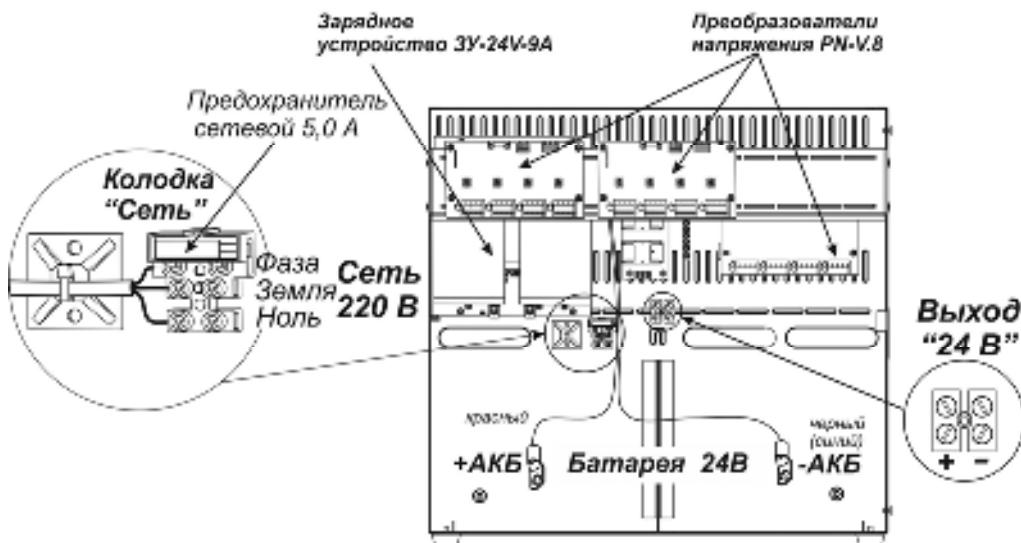

Рисунок 1 - Внешний вид изделия с открытой крышкой и подключение сетевых проводов и провода заземления (базовый вариант)
Элементы защиты, управления и коммутации блоков показаны на рис. 1,2,4.
При этом следует помнить, что изъятие предохранителя немедленно приведет к автоматическому переходу в резервный режим, т.е. к питанию нагрузки от АКБ! Для полного отключения изделия предварительно следует отсоединить клемму «+АКБ» см. рис. 1 от самой АКБ, а затем отключить напряжение сети.
- при необходимости, подключить нагрузку к дополнительному выходу 24В см. рис.1;